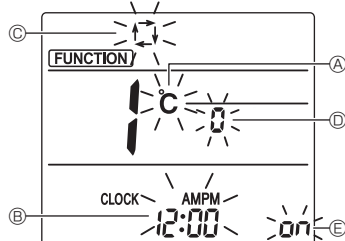

Fig. 4-11
1. Druk op de toets **STOP** ① om de airconditioner te stoppen.
2. Druk op de toets **MENU** ②.
3. Controleer of functienummer 1 wordt weergegeven en druk op de toets **SET** ③.
4. Het scherm voor het instellen van de schermweergave wordt weergegeven. (Fig. 4-11)
5. Druk op de toets **UP** ④ om het functienummer te wijzigen.
4.12.2. De temperatuurschaal wijzigen (Fig. 4-11 A)
- Druk op de toets **TEMP** ⑤.
- Telkens wanneer u op de toets **TEMP** ⑤ drukt, schakelt de instelling tussen **C** en **F**.
4.12.3. De tijdweergave wijzigen (Fig. 4-11 B)
- Druk op de toets **TIME** ⑥.
- Telkens wanneer u op de toets **TIME** ⑥ drukt, schakelt de instelling tussen **12:00** ^{AM/PM} en **24:00**.
4.12.4. De AUTO-stand wijzigen (Fig. 4-11 C)
- Druk op de toets **AUTO** ⑦.
- Telkens wanneer u op de toets **AUTO** ⑦ drukt, schakelt de instelling tussen **1** en **2**.
4.12.5. Het paarnummer wijzigen (Fig. 4-11 D)
- Druk op de toets **UP** ④.
- Telkens wanneer u op de toets **UP** ④ drukt, wordt geschakeld tussen 0-3.